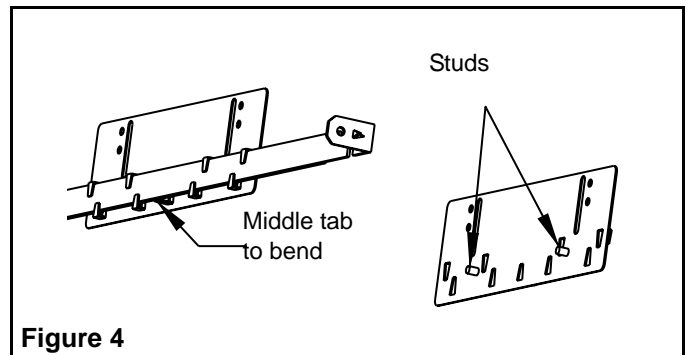
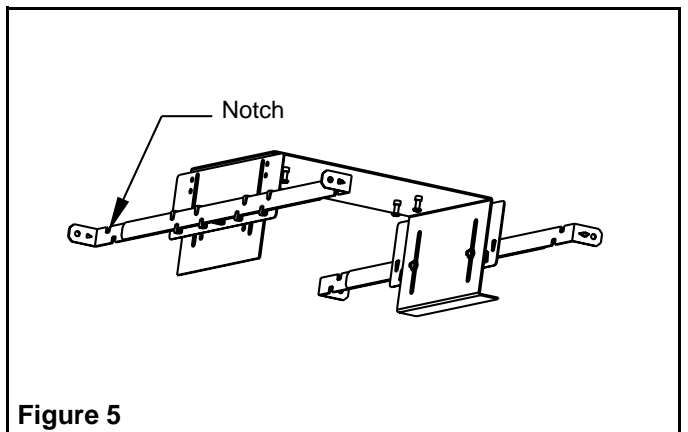

Figure 4
Figure 5
3. Slide hanger bars through the tabs in the adjustment brackets. If needed, bend the middle tab of the adjustment brackets over the hanger bars (see Figure 4). Align the “U” bracket as required and fix location by cutting a hole in the ceiling panel of the size of the “U” bracket (8-1/4 inch by 5-3/4 inch).
4. Rest the assembly on top of grid members. The notch on bars should hook over grid member (see Figure 5). Place the “U” bracket with its flange sit on the panel and tighten the nuts on the studs of the side brackets (see Figure 4). Secure the whole assembly to the ceiling joists by chains or “pencil rod” wires (provided by others).
- Glissez les barres de suspension sous les pattes des supports de réglage. Si nécessaire, repliez la patte centrale du support de réglage par-dessus les barres de suspension (voir Figure 4). Alignez les supports en " U " au besoin et découpez une ouverture de la grandeur du support en " U " (8-1/4 par 5-3/4 po.) dans le carreau du plafond.
- Déposez le montage sur les barres de la structure en vous assurant que les encoches sur les barres de suspension s'enclenchent sur les barres (voir Figure 5). Placez le rebord du support en " U " sur le panneau du plafond et resserrer les écrous sur les vis encastrés dans les supports latéraux (voir Figure 4). Pour sécuriser l'appareil, fixez le montage aux solives du plafond avec des chaînes ou des tiges de suspension (non fournies).